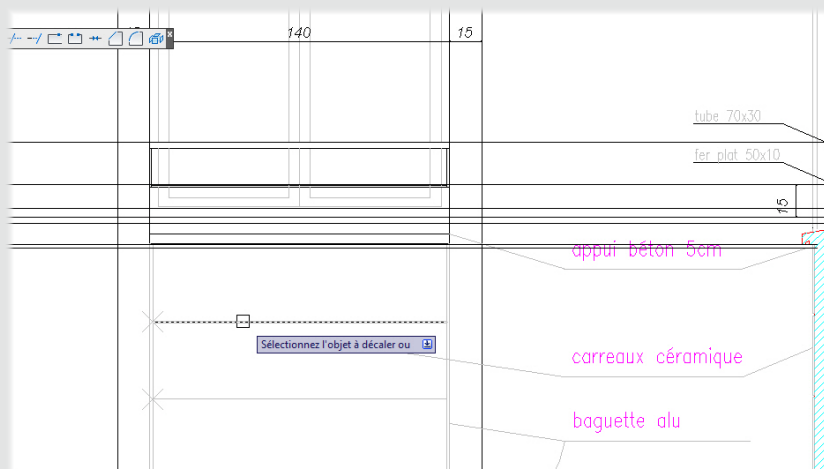

Figure 31
9. Après avoir dessiné avec l'outil ligne, des lignes de constructions divisant les carreaux de céramiques à obtenir, activons de nouveau l'outil Décaler (voir Figure 31).